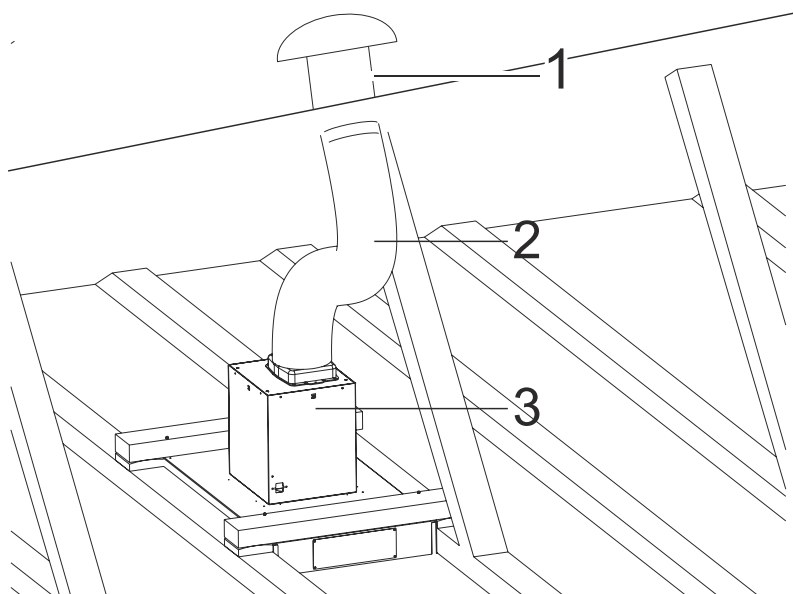

Fig. 17
**6.** Anslut ena änden av avgasröret till utsugsstosen ovanpå fläkten och den andra änden till takfläkten (se "Oljud från motorn" under "Service, felmeddelanden och åtgärder") (Fig. 17).